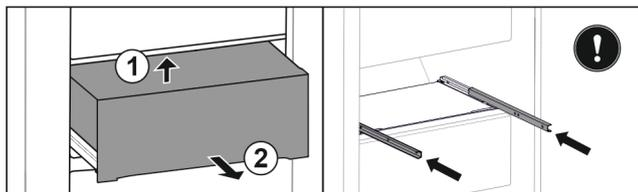

Fig. 159
- ▶ Sollevare il cassetto dal basso sul lato posteriore. Fig. 159 (1)
- ▶ Rimuovere il cassetto tirandolo in avanti. Fig. 159 (2)